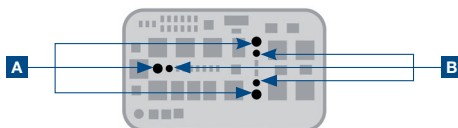

Figura 7
Pressionar os pinos de posicionamento (B) para baixo até o encosto com uma ferramenta adequada. Apertar os 3 parafusos ("A" na figura 7).